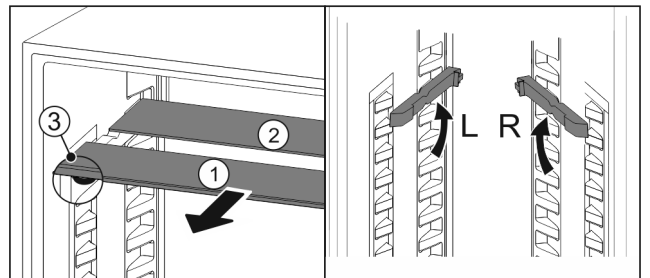

Fig. 92
- estrarre i ripiani di vetro singolarmente tirando in avanti Fig. 92 (1).
- Il piano in vetro Fig. 92 (1) con il motivo ornamentale è nella parte anteriore.
- I fermi Fig. 92 (3) sono rivolti verso il basso.